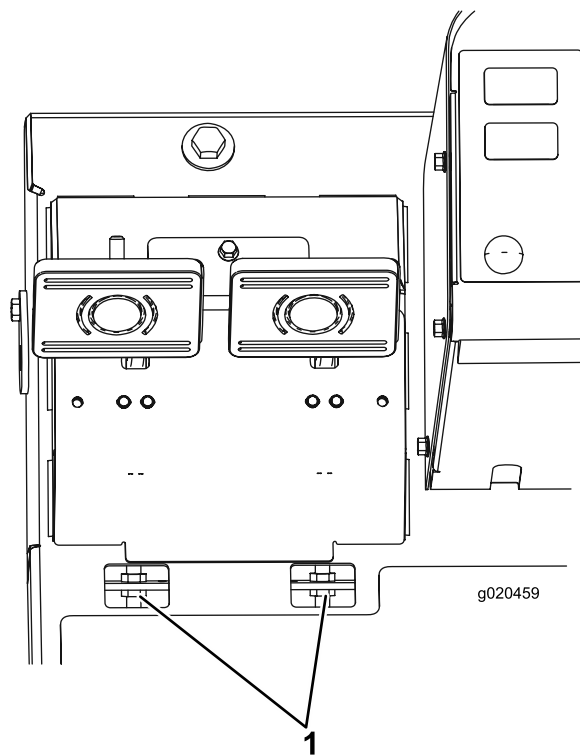

Figura 92
- B. Allentate il dado anteriore sull'estremità filettata del cavo del freno (Figura 92).